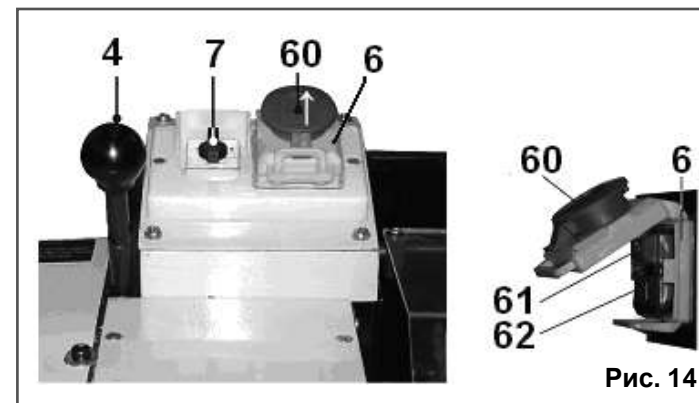

Рис. 14
10.2.2. Нажмите красную крышку (60) магнитного пускателя (6), сдвинув ее в направлении от себя, как показано стрелкой на крышке (60) магнитного пускателя (6). Откройте крышку (60) магнитного пускателя (6) после нажатия на зелёную кнопку (62) при условии, что защитный щиток (40), Рис. 2, опущен (установлено устройство отключения) и переключатель (7) направления вращения шпинделя (46) установлен в одно из положений направления вращения шпинделя (46). Станок включится (начнёт вращаться шпиндель), Рис. 14.
10.2.4. Направление вращения шпинделя (46) определяется положением переключателя (7) направления вращения, Рис. 14. Производите переключение направления вращения шпинделя (46) только после полной остановки электродвигателя.